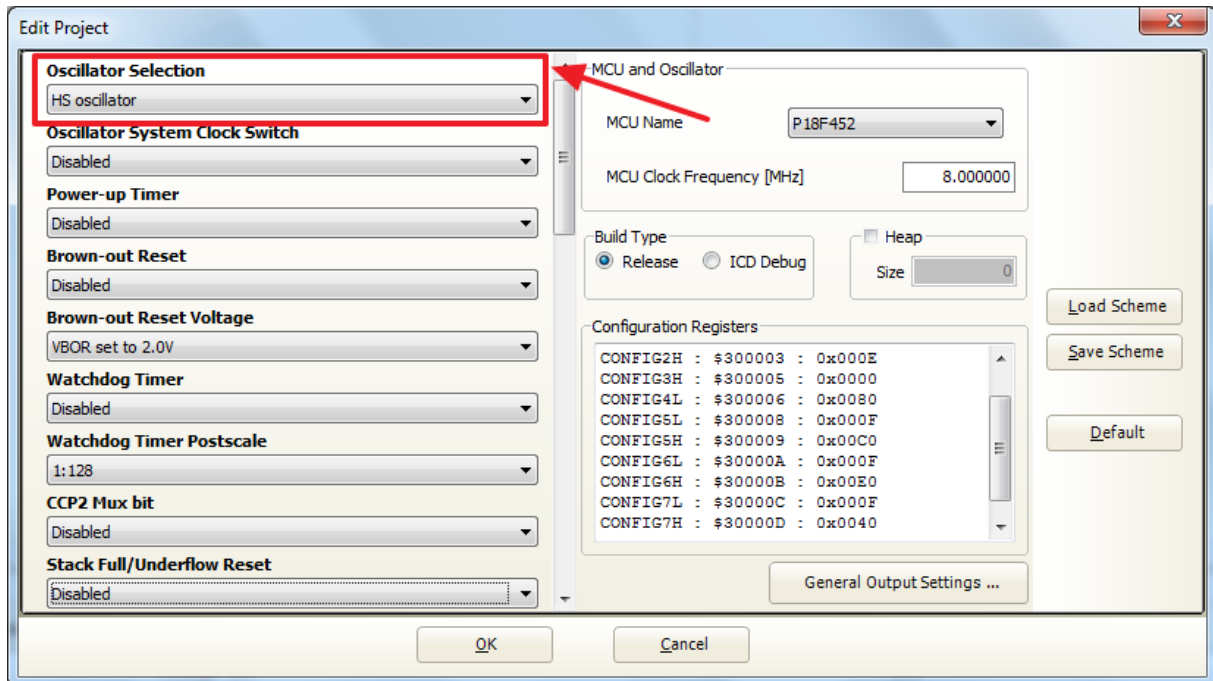

Figura 30: Alteração no modo oscilador.
**OBS 1:** Para projetos que utilizem o módulo LCD do kit, deve-se, ao criar o projeto, alterar a opção “Oscillator Selection” para a configuração “HS oscillator”. Esse passo é mostrado na Figura 30